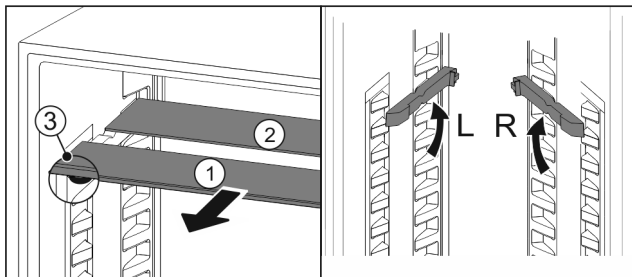

Fig. 127
- Skleněné desky jednotlivě vytáhněte dopředu Fig. 127 (1).
- Skleněná deska Fig. 127 (1) s ozdobnou lištou leží vpředu.
- Zárážky Fig. 127 (3) směřují dolů.